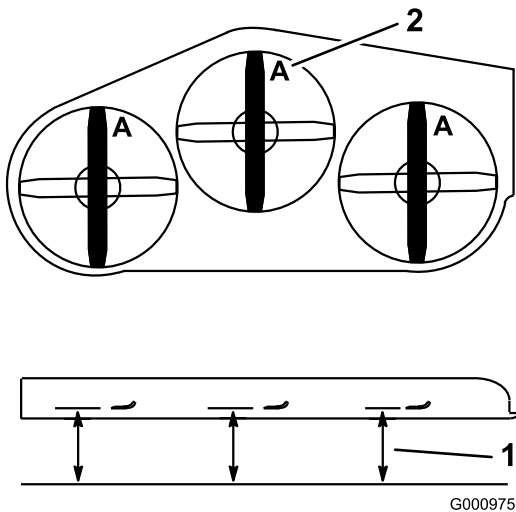

Bild 101
4. Messen Sie von einer ebenen Fläche bis zu den Schnittkante (Stellung A) der Messer (Bild 101).